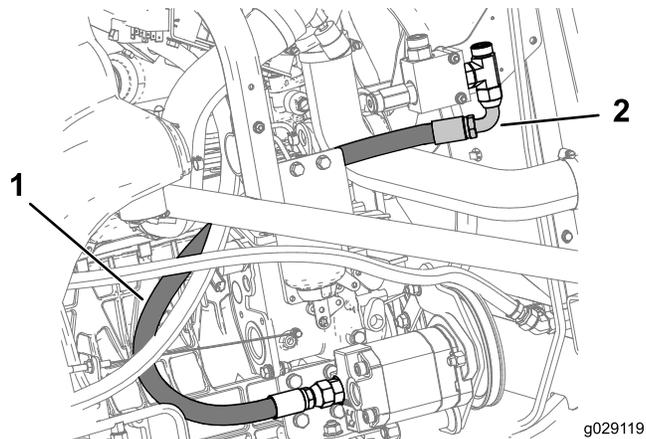

**Рисунок 26**
6. Установите гидравлическую трубку Е от гидравлической трубки Н к переходному тройнику (наружная резьба 5/8 дюйма) на правом коллекторе в сборе, как показано на Рисунок 26.